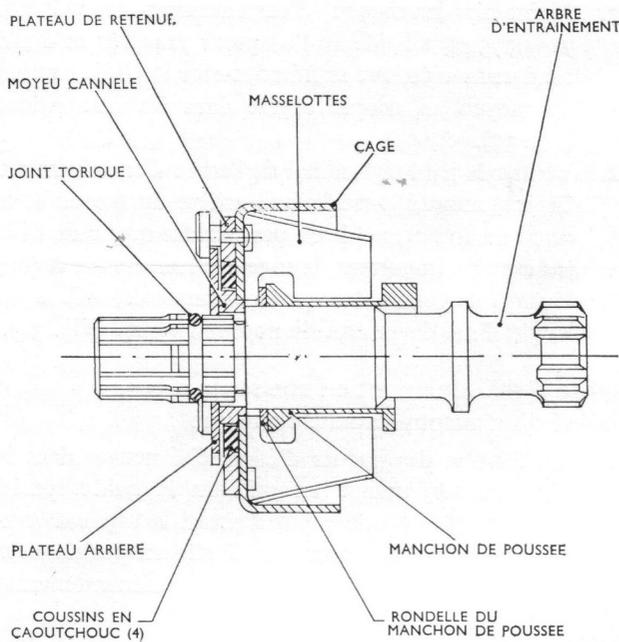

Fig. 36 Accouplement élastique des pompes standard
2. Sortir soigneusement l'ensemble de l'arbre d'entraînement et des masselottes (Fig. 36).